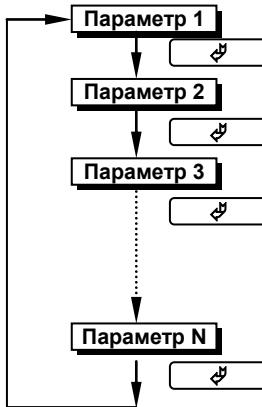

Рисунок 4.7.3 - Диаграмма выбора параметров на каждом уровне
- Для выбора параметров на каждом уровне необходимо нажать клавишу [↙] (рисунок 4.7.3). При каждом нажатии клавиши [↙] происходит переход к следующему параметру.